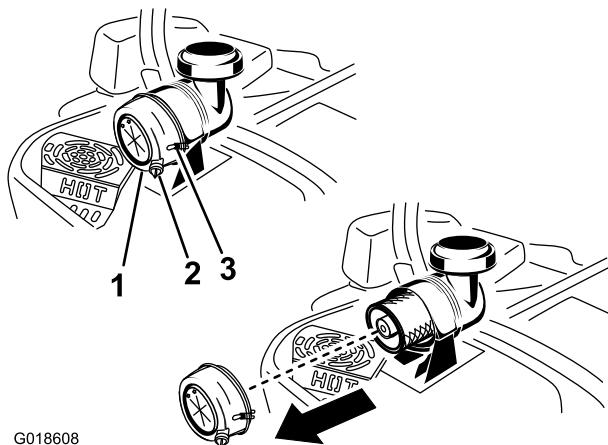

図15
- エアフィルタのカバーをエアフィルタハウジングに固定しているラッチ2つを外す図15。
2. ラッチをしっかりと掛ける図 15。